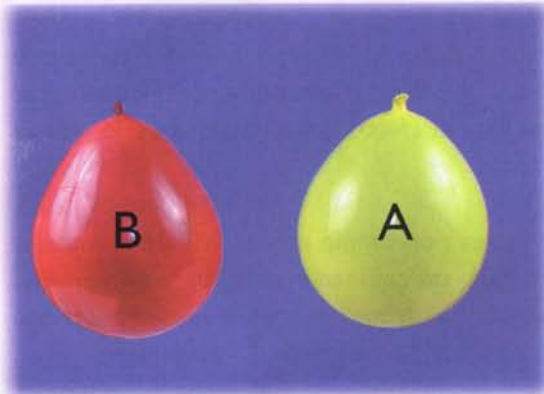

Figura 1.20
1. Infle dos globos de igual tamaño, sujételos pendiendo de un hilo y llámelos o márkelos con las letras A y B. Acérquelos un poco, teniendo cuidado de no llegar a juntarlos, tal como se muestra en la **figura 1.20**.